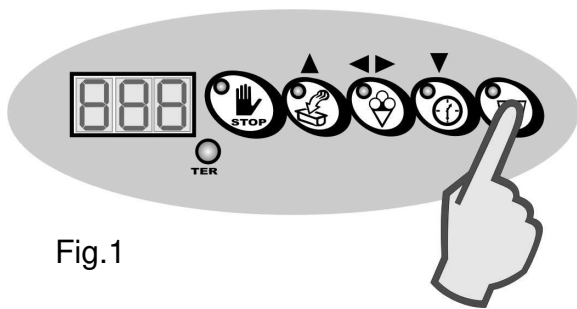

Fig.1
- Avec le cycle en cours, appuyer 1 fois sur la touche GRANITE. (fig. 1)